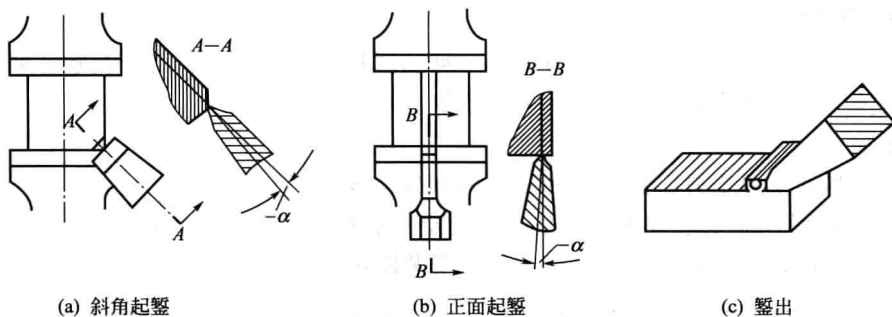

图 1-28 起镊方法与镊到尽头时的方法
④ 平面的镊削方法 镊削平面用扁镊。起镊时从工件的边缘的尖角处入手, 用锤子轻敲镊子, 镊子便容易切入材料, 如图 1-28(a)、(b) 所示。起镊后把镊子逐近移向中间, 使切削刃的全宽参与切削。当镊削快到尽头, 与尽头相距 10mm 时, 应调头镊削, 如图 1-28(c) 所示, 否则尽头的材料会崩裂。